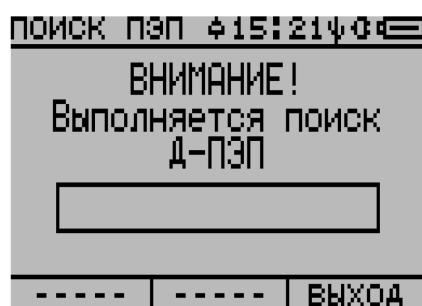
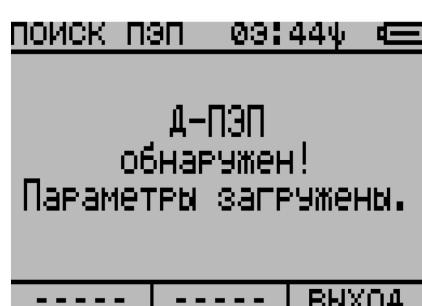

Рисунок 2.9
Рисунок 2.10
2.7.4.2 Вхождению в базу предшествует процедура поиска подключенного к прибору Д-ПЭП и считывание из него данных в память прибора. На экране ЖК-индикатора (рисунок 2.9) в течение процедуры выводится следующее сообщение: «**ВНИМАНИЕ! Выполняется поиск Д-ПЭП**». Процедура выполняется в течение нескольких секунд. Для удобства визуального восприятия времени выполнения процедуры под надписью выводится полоска-индикатор, которая заполняется за это время. Перед завершением процедуры и входом в базу ПЭП на экран ЖК-индикатора выводятся следующие сообщения: если процедура выполнена успешно: «**Д-ПЭП обнаружен! Параметры загружены**» (рисунок 2.10), если тест не выполнен: «**Д-ПЭП не подключен к прибору!**».